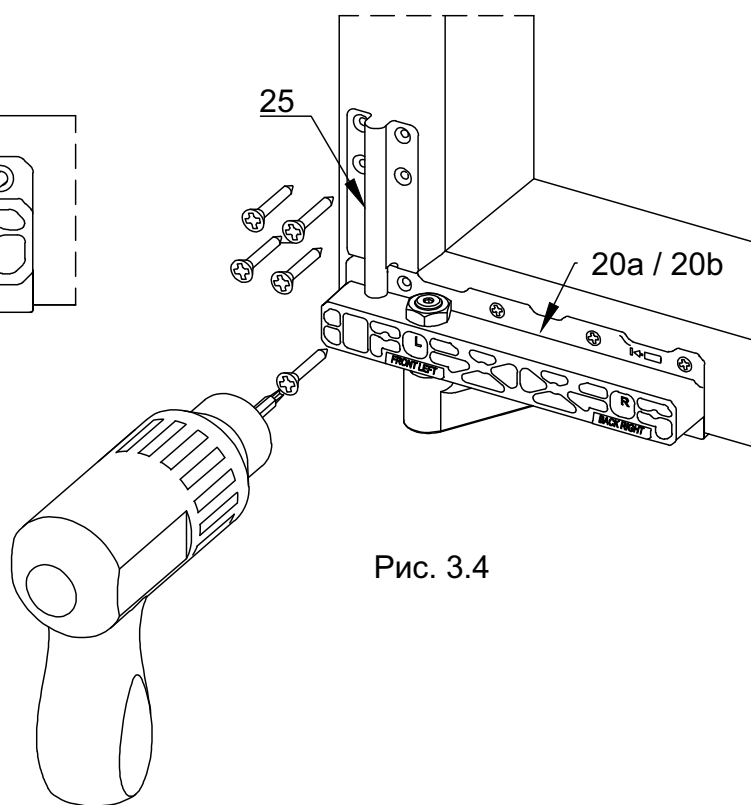

Рис. 3.4
3.4 Снимите наклейки (24). Завершите установку кареток (20a/20b) вкрутив саморезы в оставшиеся отверстия. Рис. 3.4